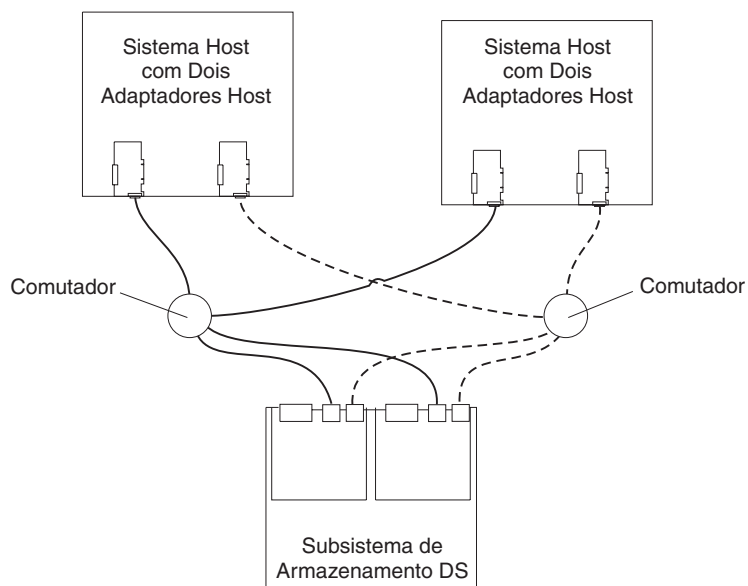

Figura 58. Exemplo de uma Configuração de Malha SAN Dupla
- Configuração de malha SAN dupla, conforme mostrado na Figura 58 na página 94
Na Figura 58 na página 94, os comutadores Fibre Channel são conectados juntos através do ISL (Inter-Switch Link) para formarem uma malha SAN dupla.